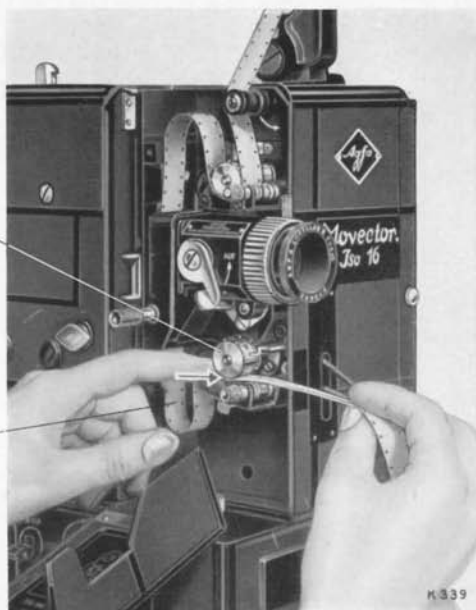

Abb. 15
5. Etwa 60 cm Film zum Einlegen von der Spule abwickeln. Mit der linken Hand eine Filmschlinge um die obere Transporttrommel (Abb. 15) bilden. Wenn der Film mit seinen Randlöchern in den Zähnen der Transporttrommel sitzt, Andrückschuh mit der rechten Hand bis zum
Nach Bildung einer weiteren Schleife von 6 bis 9 Bildern Film in den Zwischenraum zwischen unterer Transporttrommel und Andrückschuh einschieben (Abb. 15), bis er hinten anstößt. Dann mit der rechten Hand am Filmende ziehen, bis die Lochung spürbar auf die Zähne der Trommel gleitet und weiterer Zug unmöglich ist (Abb. 16). In diesem